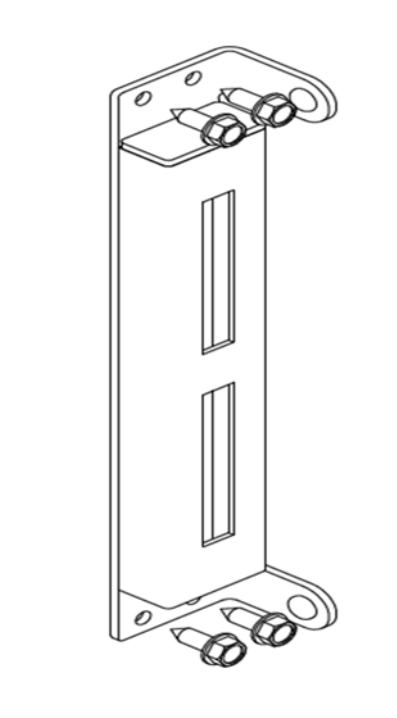

Rys.9
5. Po właściwym wyregulowaniu skrzydła montujemy zamek, wkładkę oraz szyld kłamka-klamka (Rys. 9), a przy furtce TRENTO pochwyt, zamek, wkładkę i maskownicę wkładki. Rys. 10